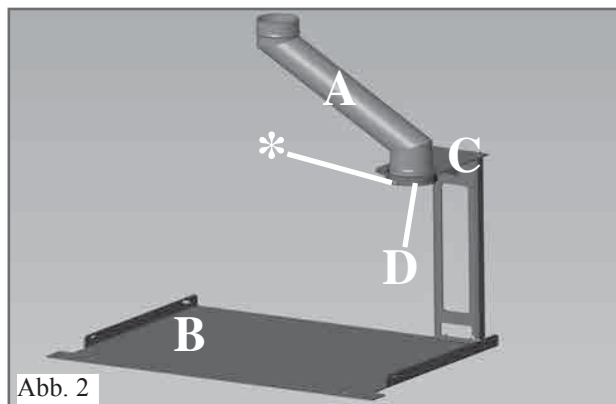

Abb. 2
2) Mit den mitgelieferten Schrauben die beiden Verstärkungsstreben (A) an den senkrechten Wänden befestigen.
3) Die Auflageplatte (im Lieferumfang enthalten) des INPELLET 54 auf die gemäß Punkt 1 montierten Wände platzieren und mittels der mitgelieferten 4 Stk. Schrauben befestigen (Abb. 2).
- Den neuen Rauchabzug aus Stahl in den bestehenden Schornstein aus Mauerwerk einführen und an dessen Unterseite das Rohrstück (A) anbringen, um sich mit dem Rauchabzugstutzen des INPELLET 54 zu verbinden (der versetzt ist).
- Die Auflageplatte (B) mit Dübel an der Stelle, die der Einsatz einnehmen soll, befestigen.
- Die Halterung (C) zur Ausrichtung des Rohrstücks (A) platzieren und (mit den mitgelieferten Schrauben) befestigen.
- Das neue Rauchabzugsrohrstück in die Manschette (D) der Halterung (C) stecken und auf der Schraube ( \* Abb. 2) aufliegen lassen.